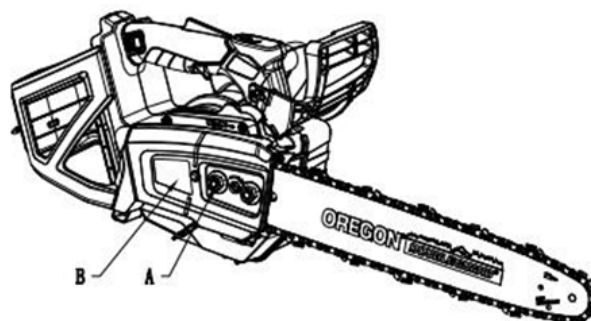

Fig 8
5. Stringere il dado del coperchio del pignone della catena (A) per installare il coperchio del pignone della catena (B) (Fig. 8).